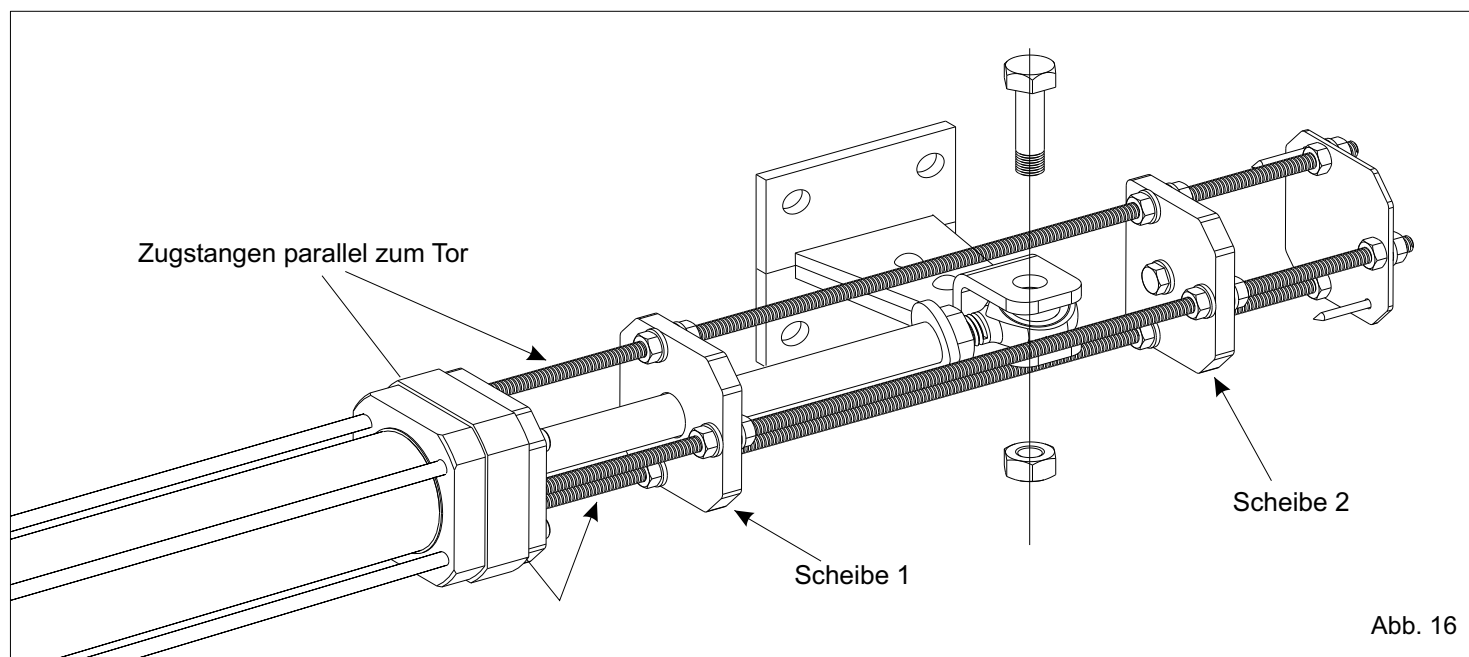

Abb. 16
- Den Endschalteranschlag mit zwei der drei Zugstangen, die sich auf dem Vorderflansch befinden und parallel zum Tor stehen anbringen (Abb. 16)